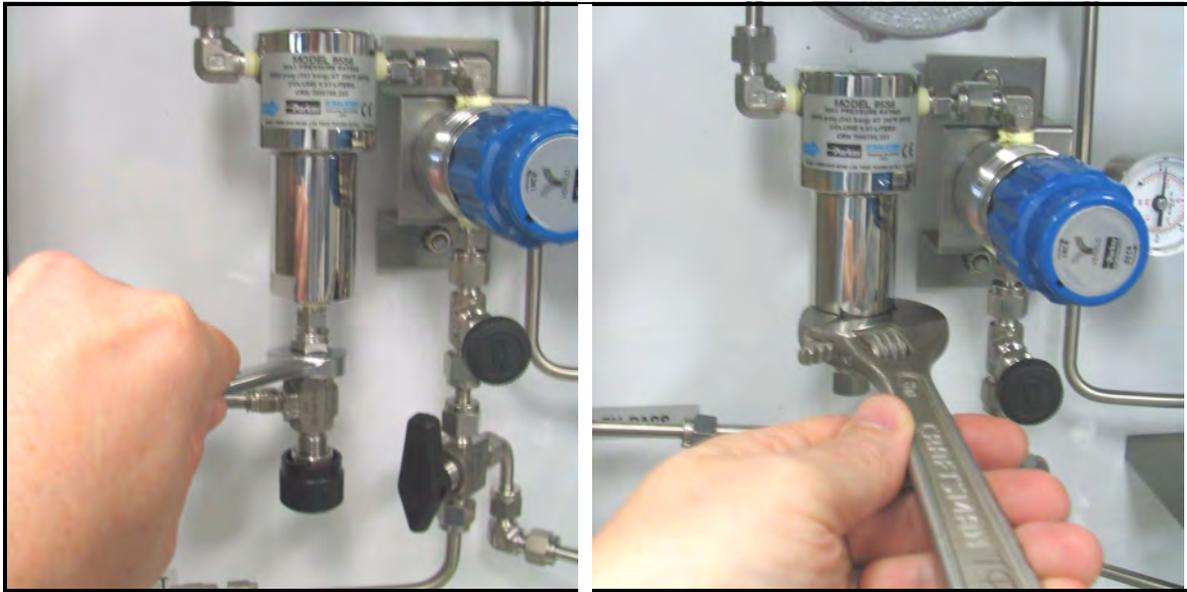

Figura 82: Removendo a Seção Inferior da Montagem Aderente/Filtro
4. Remova a seção inferior da montagem do aderente/filtro com uma chave ajustável (ver *Figura 82*).